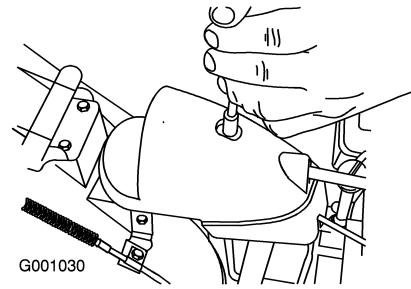

Figure 54
- Retirez la fixation du couvercle du secteur denté (Figure 54), soulevez l'avant du couvercle et faites-le coulisser en arrière de façon à l'écartez.